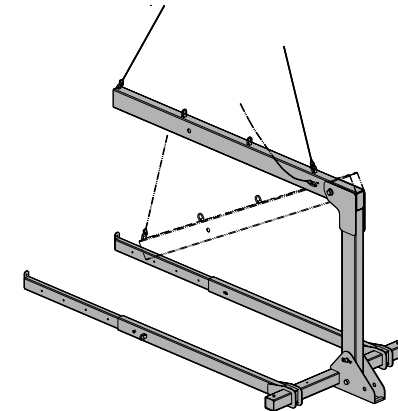
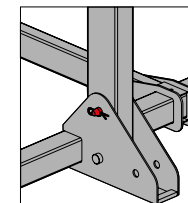

Abb. 5.5 Bei Kranentlastung geht der Ausleger nach unten zum Aushängen der Lasthaken von ebener Erde aus (schematische Darstellung)
Abb. 5.6 (schematische Darstellung)
- Wenn die Versetztraverse vollständig ausgeklappt ist, müssen Sie den Bolzen an der Gabel wieder anbringen und mit den Federsteckern sichern. Ebenso müssen Sie den Auflieger am Stiel arretieren (Abb. 5.5 und Abb. 5.6).